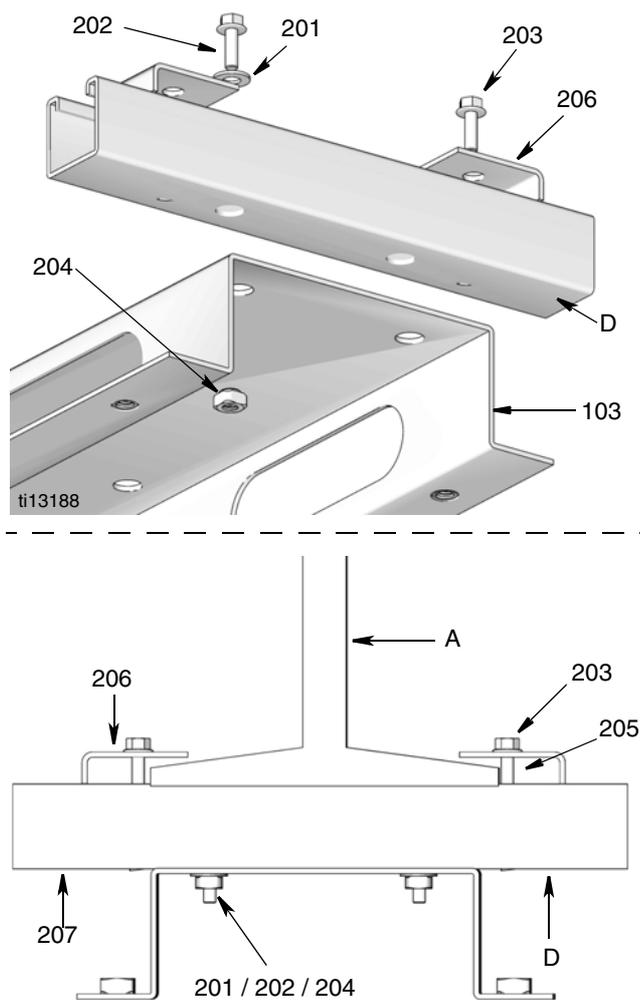

Рис. 10
1. Надежно прикрепите монтажные кронштейны (D) к каналу.
2. Разместите регулируемые зажимы (206) монтажных кронштейнов над двутавровой балкой (A) и надежно закрепите их (Рис. 10).